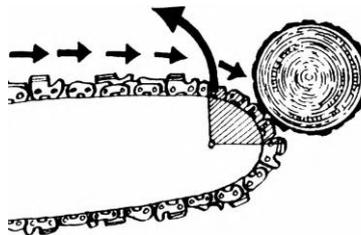

Figura 6.6. Zona del espadín donde se produce el contragolpe.
- Contragolpe: puede ocurrir cuando la cadena en movimiento en la zona del cuadrante superior de la punta de la espada, toca con un objeto sólido o se queda aprisionada (figura 6.6). Para evitarlo: